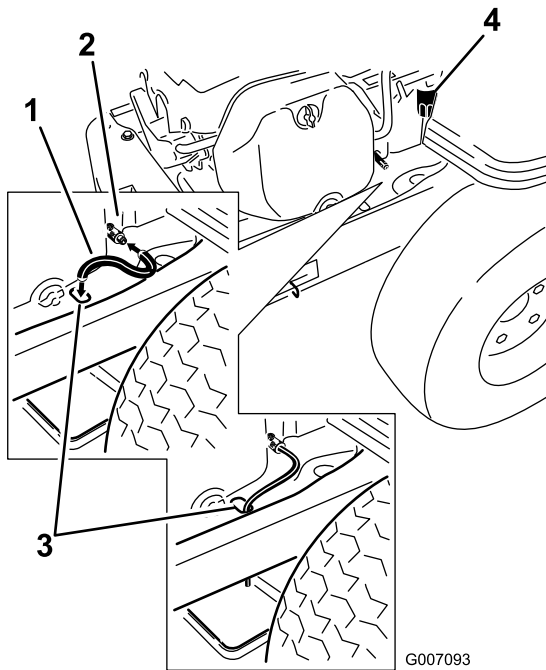

Bild 37
5. Finden Sie den Ölablassschlauch und schieben Sie ihn über das Ablassventil (Bild 37).
6. Stecken Sie das andere Ende des Ölablassschlauches über das Ende des Rahmens (Bild 37).